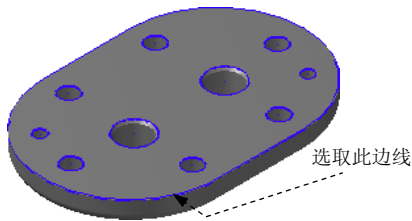

图 16.4 选取切削范围边线
Step3. 设置加工区域。在图形区中选取图 16.4 所示的边线, 单击  按钮, 完成加工区域的设置, 同时系统弹出“2D 刀具路径 - 平面铣削”对话框。